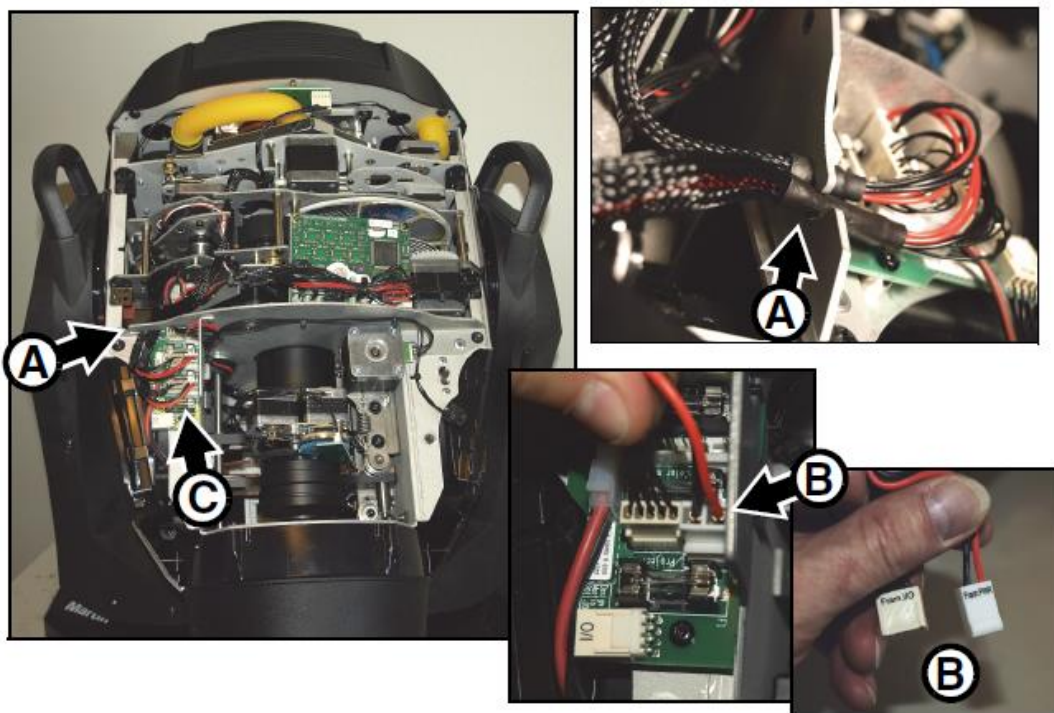

Рисунок 14: Отсоединение модуля формирователя луча
2. См. рисунок 14. Вынуть комплекты проводов модуля из отверстия **A** в подвижной части модуля зума/фокуса, затем отсоединить два соединителя формирователя луча **B** от гнездовых разъемов **Projection** и соединители модуля смешения цветов от гнездовых разъемов **Color Mixing** на интерфейсной печатной плате модуля **C**.